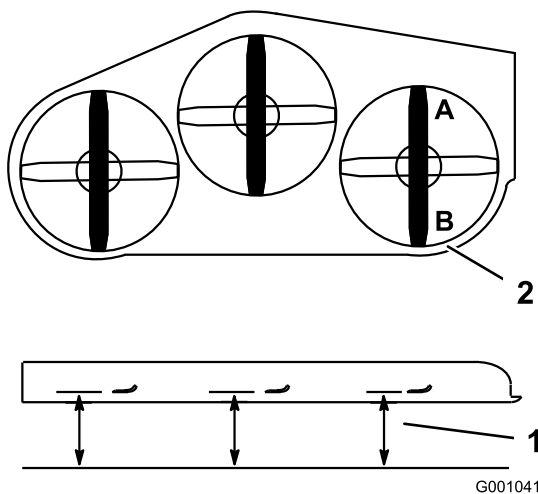

Figura 99
1. Posicione a lâmina **direita** da parte dianteira para a traseira (Figura 99).
2. Meça a lâmina direita no local **A**, de uma superfície nivelada à extremidade de corte da ponta da lâmina (Figura 99).
4. Meça a lâmina direita no local **B**, de uma superfície plana à extremidade de corte da ponta da lâmina (Figura 99).
6. A lâmina do cortador deve estar 6 a 10 mm mais baixa na posição **A** do que na posição **B** (Figura 99). Caso isto não esteja correto, avance para os passos abaixo.